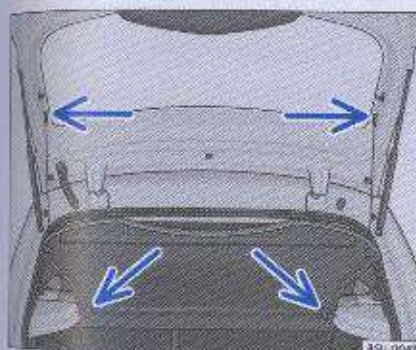

Fig. 90 Cubierta del maletero Desmontaje y montaje
- Desprenda los cordones del soporte ⇒ fig. 90 -setas superiores- de la tapa del maletero.
- Remueva la cobertura de sus soportes laterales ⇒ fig. 90 -setas inferiores-, tirando hacia la trasera del vehículo.
- Empuje la cubierta hacia adelante, introduciéndola en sus soportes laterales ⇒ fig. 90 -flechas inferiores-.
- Encastre los cordones ⇒ fig. 90 -flechas superiores- de la tapa del maletero.